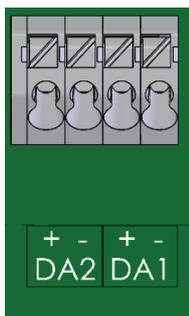

Fig. 14
1. Raccordez l'appareil en aval aux sorties numériques correspondantes (bornes « DA1 » et « DA2 ») de l'EK205 (voir Fig. 14).